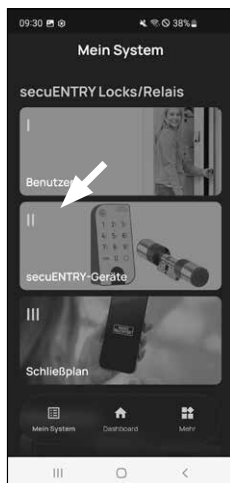

Fig. 1
- 1 Tap on the second menu item „II - secuENTRY units“ (Fig. 1).